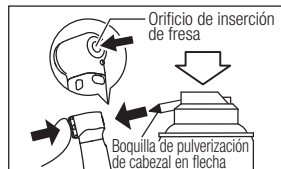

Fig. 18
- 2) Lubrique el dispositivo de sujeción directamente por el orificio de inserción de la fresa (Fig. 18).